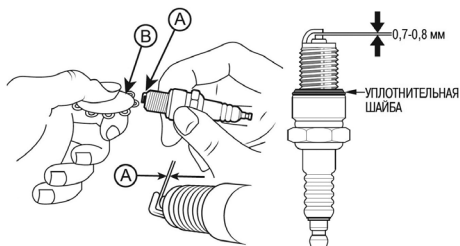

Рис. 31. Проверка межэлектродного зазора
- Измерьте зазор между электродами свечи зажигания специальным щупом. Зазор должен быть 0,7-0,8 мм (Рис. 31). При увеличении, или уменьшении требуемого зазора, рекомендуется заменить свечу, так как регулировка зазора может привести к изменению качества искрообразования.